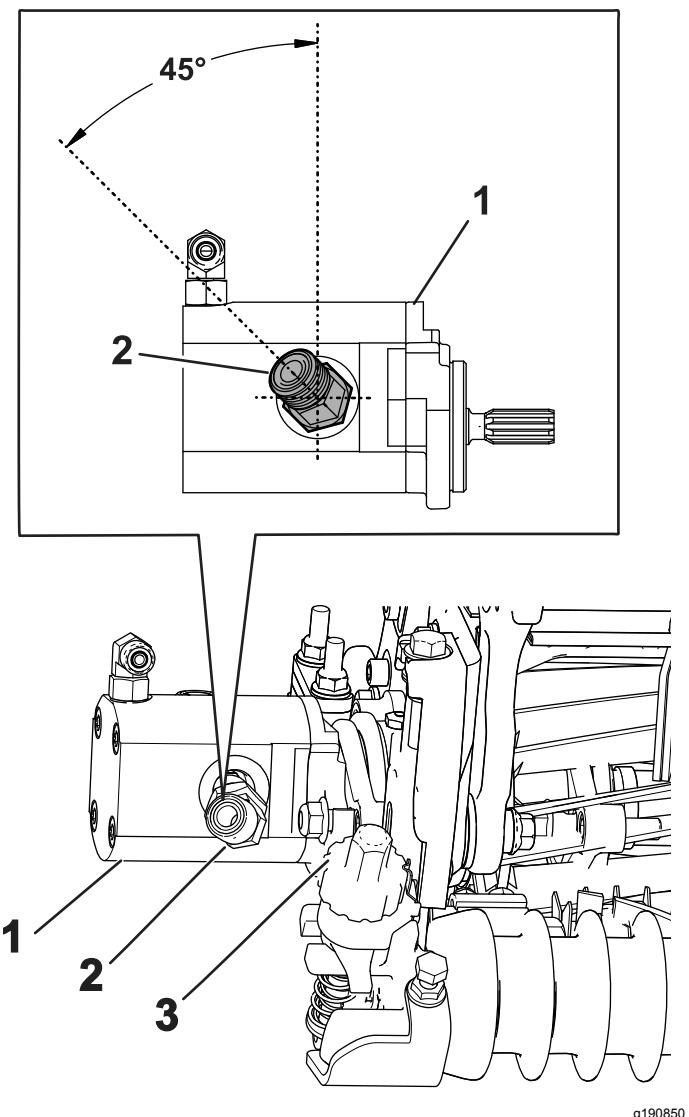

图22
4. 安装新的 45° 接头调整接头位置使接头角度如 图22 中所示。上紧接头扭矩至  $4758\text{N}\cdot\text{m}$ 。